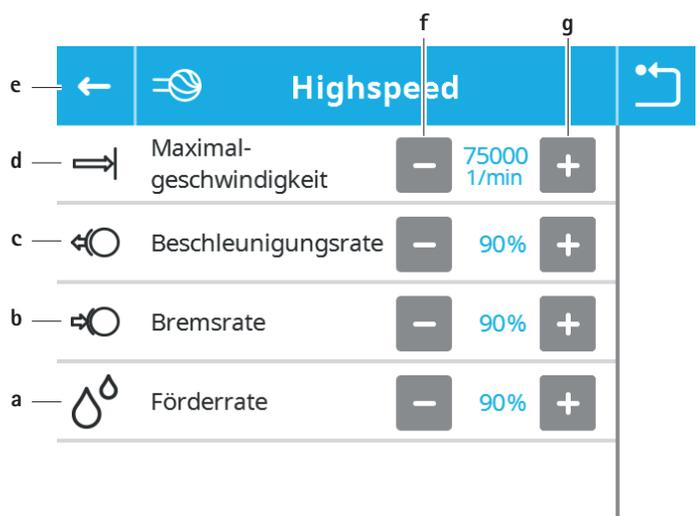

Abb. 10 Motoreinstellungen – gewählter Anwendungsteil-Typ
- ▶ Motoreinstellungen eines Anwendungsteil-Typs anzeigen/ändern: Schaltfläche des Anwendungsteil-Typs **a** betätigen. Das Untermenü des gewählten Anwendungsteil-Typs öffnet sich, siehe Abb. 10.